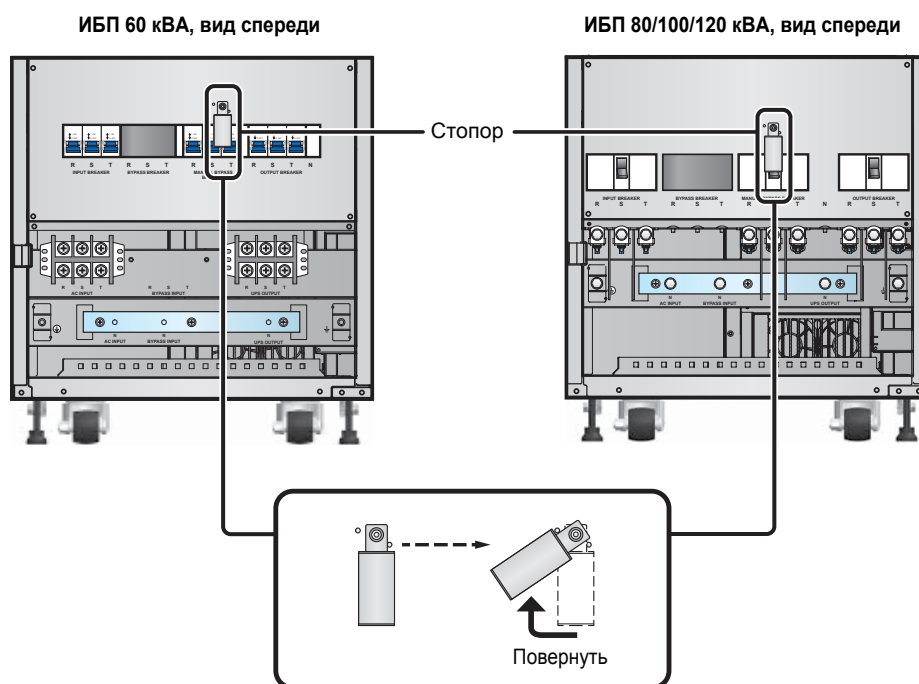

Рис. 7-1. Стопор ручного переключателя байпаса
2. Перед первым пуском ИБП проверьте, что все подключения выполнены правильно и разность напряжений между нулевым рабочим проводником (N) и землей (\ominus) меньше 3 В.
7. Перед включением ручного переключателя байпаса разблокируйте его, повернув стопор влево. **См. Рис. 7-1.**